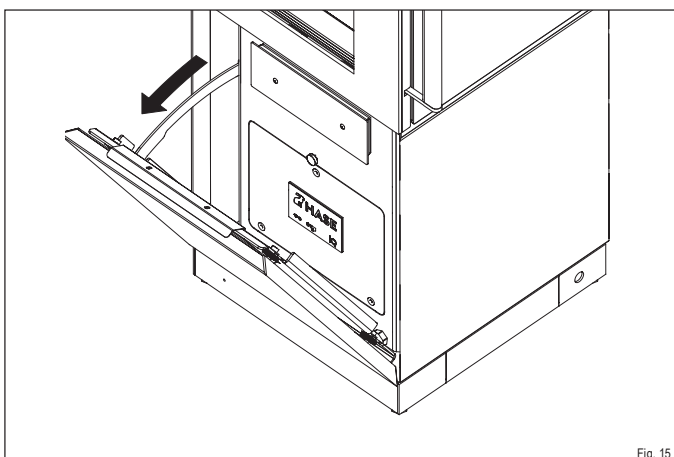

Fig. 15
- ▶ Ouvrez la porte de service (Fig. 15).
- ▶ **Tirez le bac à cendres hors de l'ouverture par le capot (Fig. 15).**